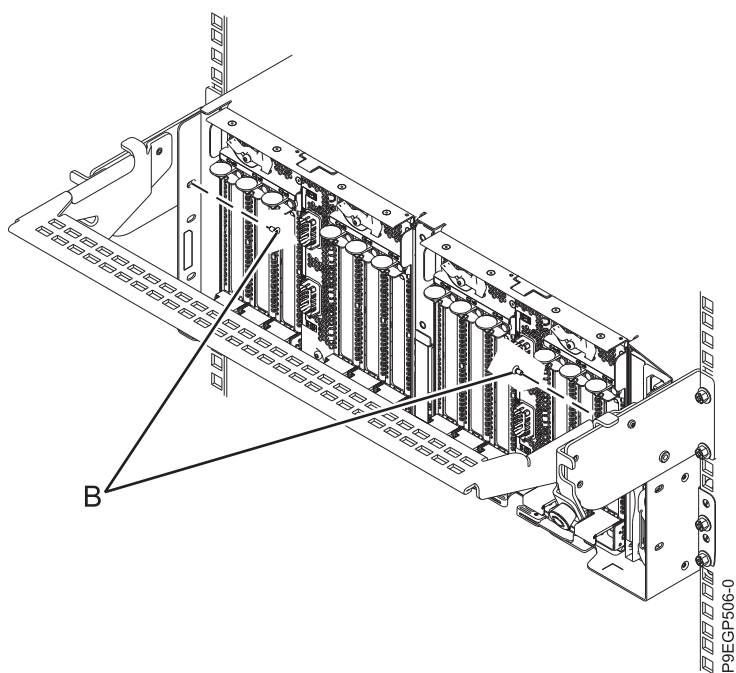

図 14. 固定ねじの利用
12. ドロワーをラックに固定するには、図 14 に示すように、2 本の固定ねじ (B) を利用します。